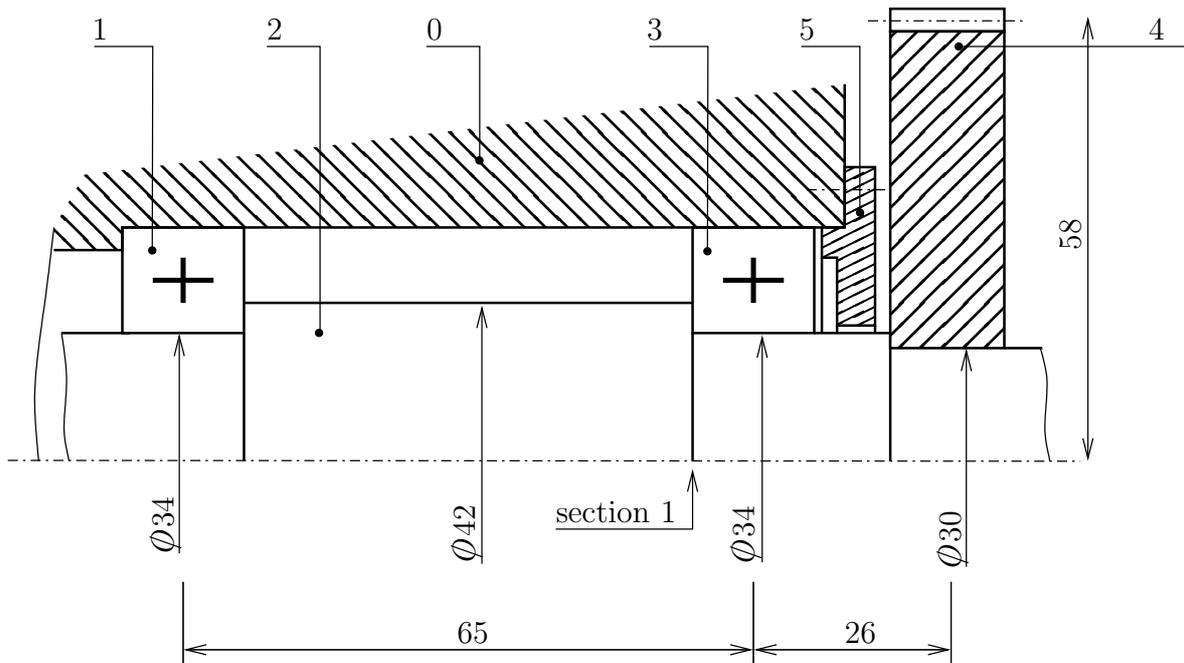

FIG. 3 – Schéma incomplet d'avant projet du montage.
La FIG. 3 représente le schéma (incomplet) d'avant projet d'une liaison pivot réalisée entre l'arbre (2) et le logement (0) par l'intermédiaire de 2 roulements à billes (1) et (3). La roue dentée (4) entraîne l'arbre (2) en rotation par l'intermédiaire d'une liaison encastrement réalisée en partie par une clavette non représentée sur ce schéma.
Calculez les contraintes nominales de cisaillement (due à la torsion) et de tension (traction-compression) maximums supportées par cet arbre dans la section 1 (cf FIG. 3). [4.5]